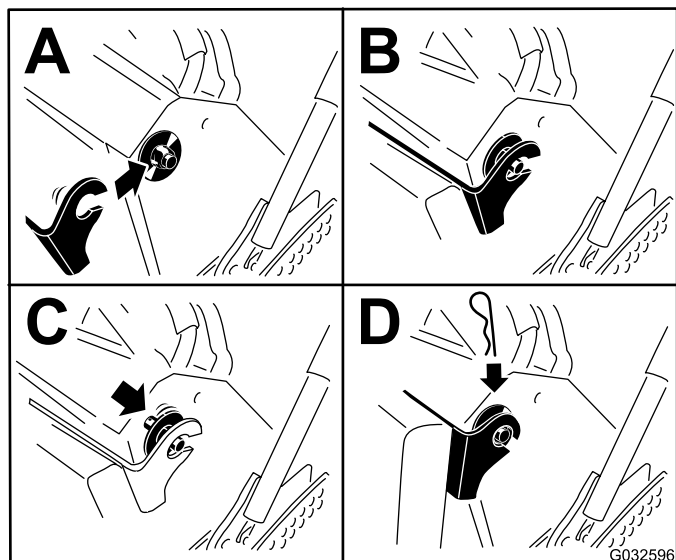

Figura 34
6. Sollevate il cuscino e inseritelo nei perni su entrambi i lati della macchina (Figura 34).
7. Inserite le rondelle grandi con boccole di plastica nelle staffe del cuscino e fissatele con una coppia (Figura 34).